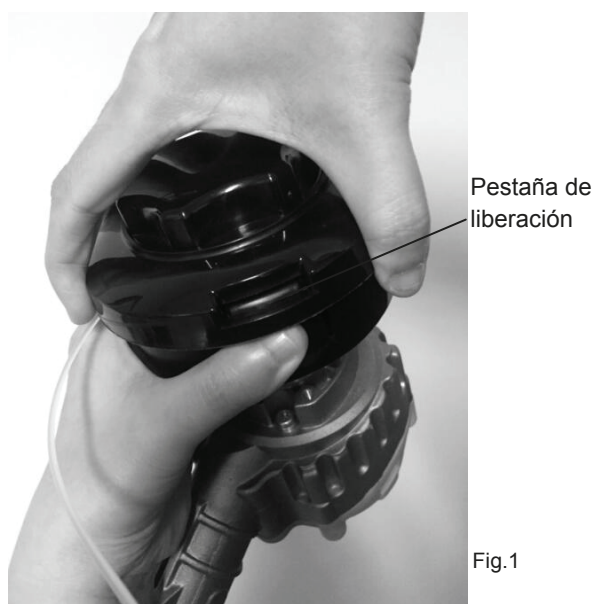

Fig.1
- Presione las lengüetas de desbloqueo del carrete de hilo tal como se muestra en la Fig 1, y tire del carrete para retirarlo. Retire y deseche todo el hilo del carrete.